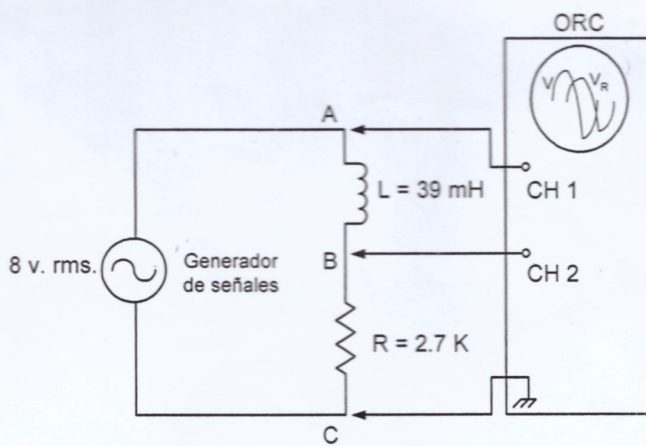

Fig. 4
25. Conectar el circuito de la Fig. 4.